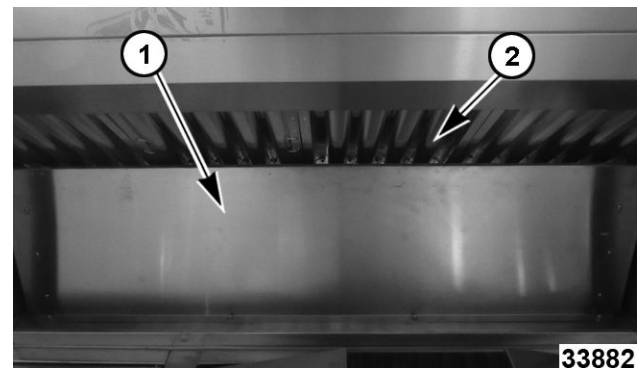
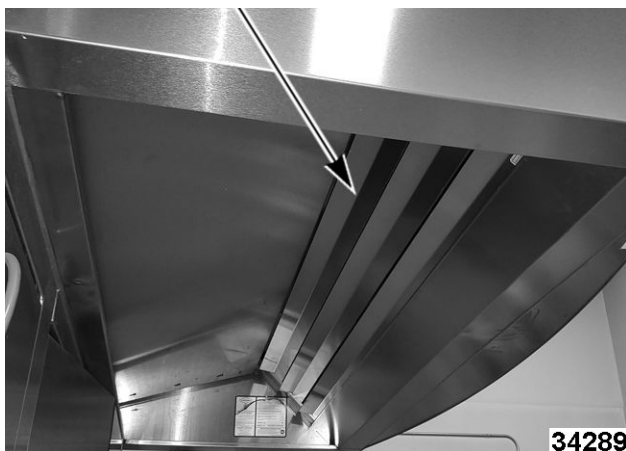

Fig. 112
Fig. 114
1. Installez le déflecteur d'air (1, Fig. 112) au moyen des écrous borgnes 1/4-20.
2. Installez les filtres à graisse (2, Fig. 112) pour hotte de type 1 ou installez un panneau de plénum perforé (Fig. 114) pour hotte de type 2.